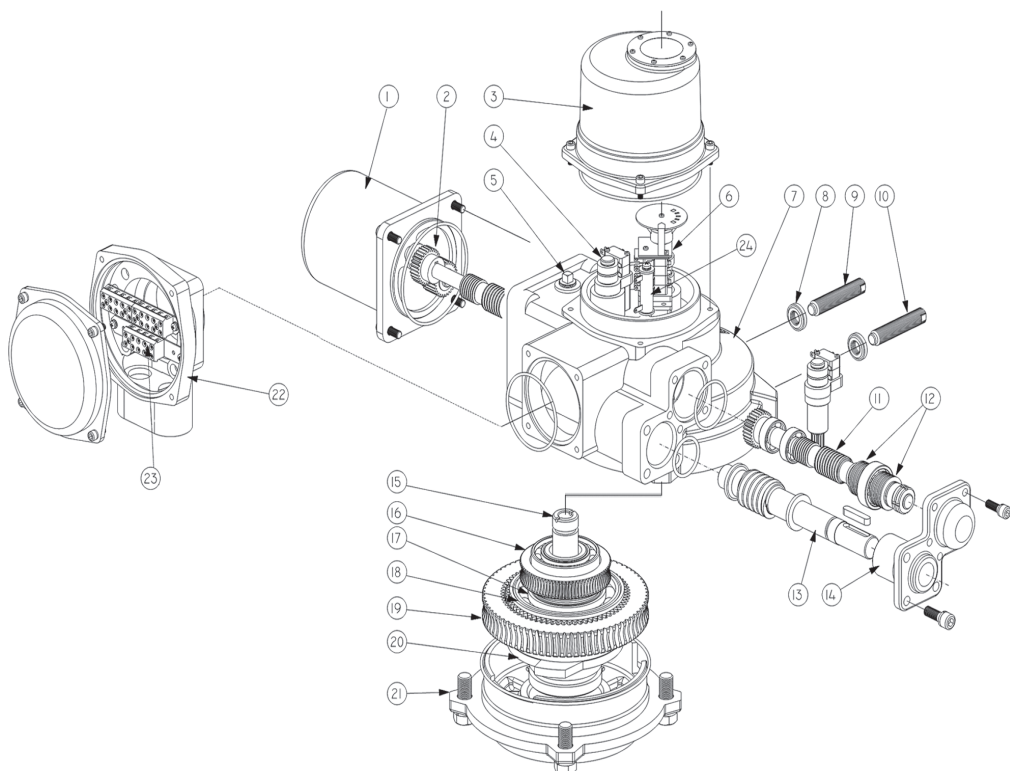
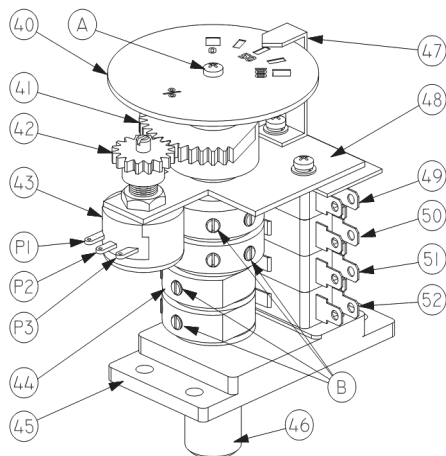
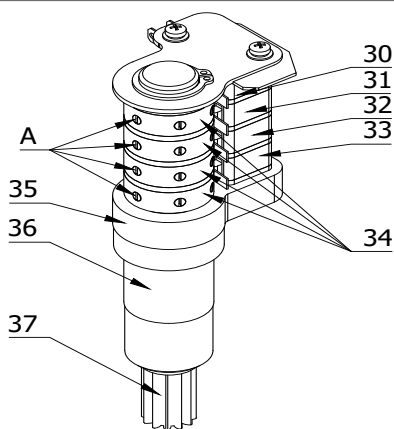

Рис.1 Электропривод ГЗ-ОФ
Рис. 2 Индикатор положения затвора арматуры
Рис.3 Двухсторонняя муфта ограничения крутящего момента
Электропривод состоит из следующих узлов и деталей (рис.1): электродвигателя (1); силового редуктора, в состав которого входит: червячный редуктор (11, 16), червячный редуктор маховика ручного дублера (13,19) и планетарная передача (18); двухсторонней муфты ограничения крутящего момента (моментной муфты) (4); ограничителя хода выходного вала (6); индикатора положения затвора арматуры (40, 47) (рис.2); выходного вала (15); механических упоров открытия и закрытия (9,10); клеммной колодки контактных соединений (23) и корпусных деталей.
Вращение электродвигателя (1) через прямозубую цилиндрическую шестерню (2) передается на червячный редуктор (11, 16), который соединен через планетарную передачу (18) с муфтой сцепления (20). Вращение муфты сцепления обеспечивает вращательное движение выходного вала (15). Выходной вал электропривода механически связан с индикатором положения затвора арматуры (40, 47) (рис.2) и ограничителем хода выходного вала (6), что позволяет автоматически отключать электродвигатель при достижении заданных параметров.
Ограничитель хода выходного вала (6) механически связан с выходным валом (15). При достижении ограничителем хода выходного вала заданных параметров микровыключатели (49,50,51,52) (рис.2) отключают электропитание электродвигателя.
Индикатор положения затвора арматуры (40,47) (рис. 2) механически связан с валом ограничителя хода выходного вала. После надлежащей настройки указания индикатора соответствуют определенным положениям затвора арматуры независимо от режима работы электропривода – ручного или электрического.
Индикатор положения затвора арматуры (40,47) (рис. 2) механически связан с валом ограничителя хода выходного вала. После настройки, указания индикатора соответствуют определенным положениям затвора арматуры независимо от режима работы электропривода – ручного или электрического.
При достижении предварительно установленной величины крутящего момента в положении ЗАКРЫТО или ОТКРЫТО, либо в случае аварийного заклинивания штока затвора арматуры в промежуточном положении, выходной вал (15) (рис. 1) с червячным колесом (16) останавливается, а червячный вал (11), ввинчиваясь в венец червячного колеса (16), вследствие продолжающегося вращения ротора электродвигателя, начинает перемещаться в осевом направлении, сжимая тарельчатые пружины (12). Величина сжатия тарельчатых пружин определена настроенным крутящим моментом моментной муфты. Поступательное движение червячного вала (11) приводит к вращению вала моментной муфты (34) (рис.3). Кулачки (32), расположенные на валу моментной муфты, нажимают кнопки муфтовых микровыключателей (30, 31), размыкая цепь управления питанием электродвигателя электропривода.
Механические упоры (9,10) (рис. 1) применяются для первоначальной настройки конечных положений затвора арматуры ОТКРЫТО и ЗАКРЫТО при ручном управлении. Они также являются аварийной защитой, в случае отказа конечных и муфтовых микровыключателей, электродвигатель отключится блоком тепловой защиты.